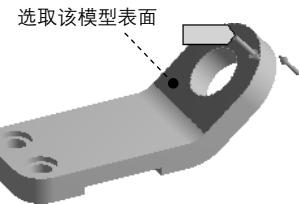

图 4.2.12 定义力方向
(1) 单击以激活 **Direction** 后的文本框，选取图 4.2.12 所示的面为参考方向，调整箭头方向。
如图 4.2.12 所示。